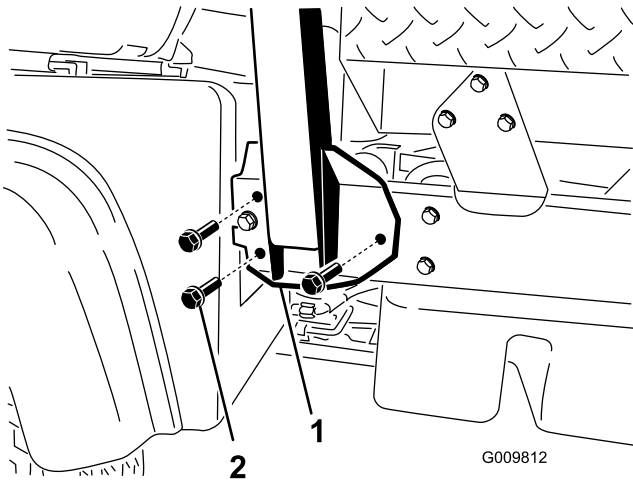

Bild 4
2. Fluchten Sie jede Seite des Überrollschutzes mit den Befestigungslöchern an jeder Seite des Maschinenrahmens aus, wie in Bild 4 dargestellt.
3. Befestigen Sie die Überrollschutz-Befestigungshalterung mit drei Bundkopfschrauben ($\frac{1}{2}$ " x $1\frac{1}{4}$ ") an jeder Seite des Maschinenrahmens (Bild 4).